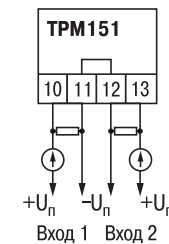

Рис. 17
2. Активные датчики с выходным сигналом в виде тока (0...5 мА, 0...20 мА или 4...20 мА), в том числе датчики положения токового типа, можно подключать к прибору только после установки внешнего шунтирующего резистора (см. рис. Б.1, рис.17). Резистор должен быть прецизионным (типа С2-29В, С5-25 и т. п., мощностью не менее 0,25 Вт, сопротивлением 100 Ом ± 0,1 %) и высокостабильным во времени и по температуре (ТКС не хуже 25·10⁻⁶ 1/°С).
3. Для питания нормирующих преобразователей необходим дополнительный источник постоянного напряжения U_п. На рис. 17 показаны схемы подключения датчиков с унифицированным выходным сигналом 4...20 мА к приборам по двухпроводной линии. Значение напряжения U_п указывается в технических характеристиках нормирующего преобразователя и, как правило, находится в диапазоне 18...36 В.